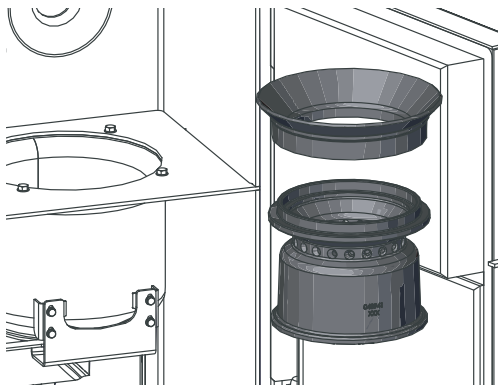

Fig. 53 Konuse herausheben
- ▶ Konus Oberteil und Unterteil aus dem Brennertopf herausheben – Fig. 53.